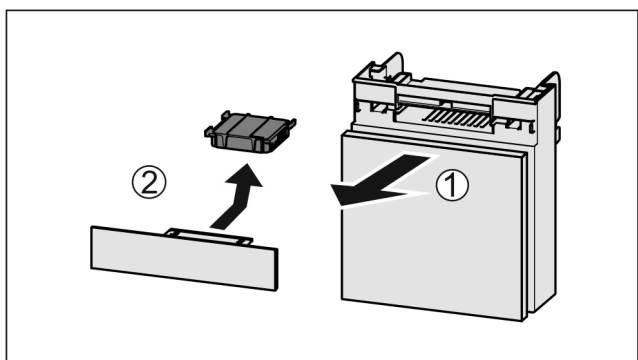

Fig. 35
- Extraire le compartiment par l'avant Fig. 35 (1).
- Sortir le filtre à charbon actif Fig. 35 (2).